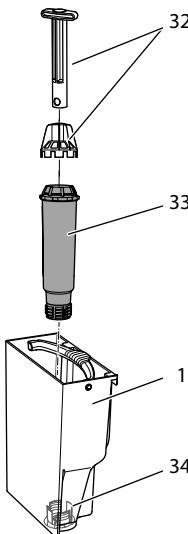

Fig. 19: Vissage/Dévisseage de la cartouche filtrante à eau
- Retirer la cartouche filtrante à eau (voir Fig. 19 à la page 82).
9. Insérer une cartouche filtrante neuve dans le réservoir d'eau (voir Fig. 19).
3. Retirer la cartouche filtrante à eau (voir Fig. 19).